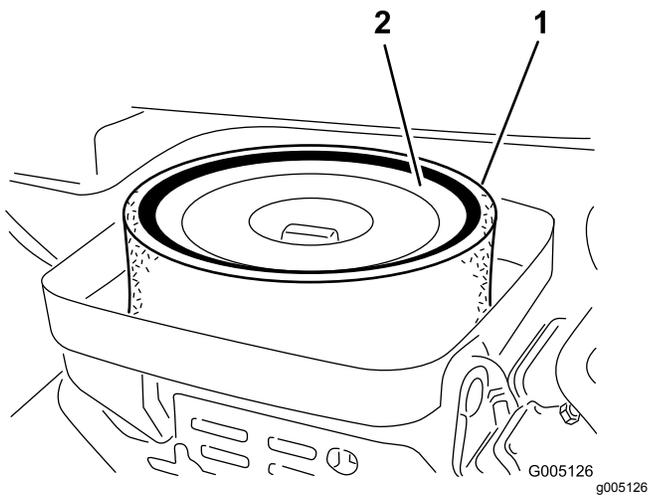

图36
3. 卸下将滤芯固定到空气滤清器壳体上的蝶形螺帽 图36。
4. 如果泡沫滤芯变脏请将其从纸质滤芯中取出 图36。按照以下方式彻底清洁滤芯